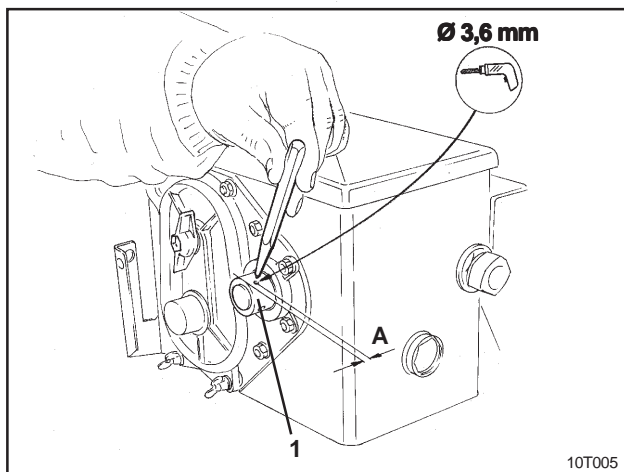

Fig. 6.3
- perforar un agujero con la broca entregada agujero (\varnothing 3,6 mm) en el eje hueco de reductor (Fig. 6.3/1).
La distancia A (ver Fig. 6.3) desde el borde del eje hueco hasta el punto medio de la perforación **es de 5 mm. Abrir una perforación.**